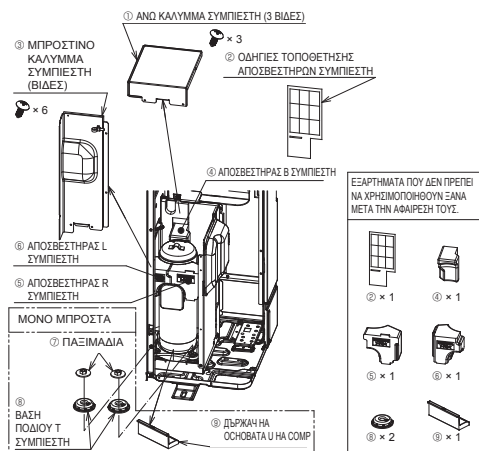

Fig. 4-1
- Πρωτό ξεκινήσετε τη λειτουργία της μονάδας, φροντίστε να ανοίξετε το ΑΝΩ ΚΑΛΥΜΜΑ ΣΥΜΠΙΕΣΤΗ και το ΜΠΡΟΣΤΙΝΟ ΚΑΛΥΜΜΑ ΣΥΜΠΙΕΣΤΗ και να αφαιρέσετε τα σταθερά εξαρτήματα του ΣΥΜΠΙΕΣΤΗ. (Fig. 4-1)